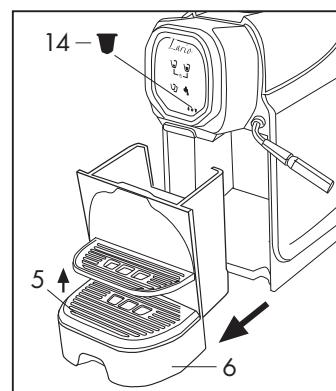
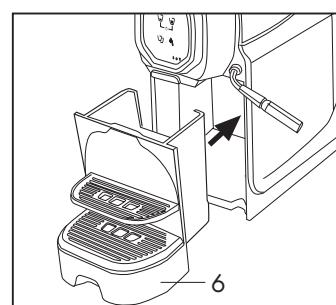

Fig. 15
Fig. 16
Cuando la máquina ha realizado 15 dispensaciones, en el panel de control se enciende el testigo cajón lleno (14) (Mod.VAP y 4D); la máquina ya no puede dispensar y hay que vaciar el cajón portacápsulas; para realizar esta operación, extraiga la bandeja (6) y vacíe el contenedor. Quite la rejilla recogegotas (5) (Fig. 15), lave y seque los componentes y después vuelva a montar la bandeja (6) e introduzcalo en su sede (Fig. 16)